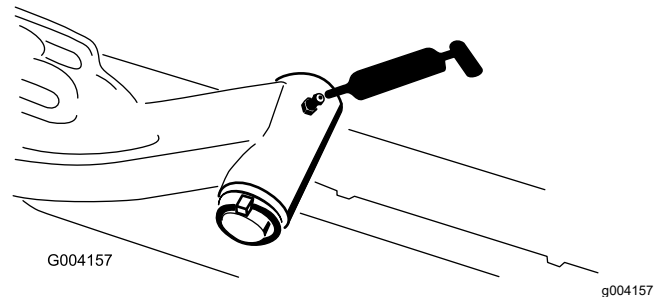

Figura 74
- Eje pivotante del brazo de elevación (1 en cada) – Figura 74